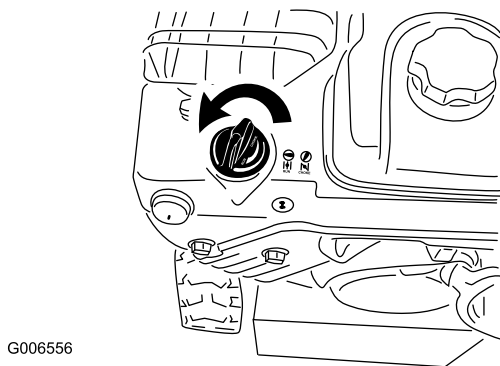

Рисунок 30
5. Поверните заслонку в положение Choke (Заслонка) (Рисунок 30).